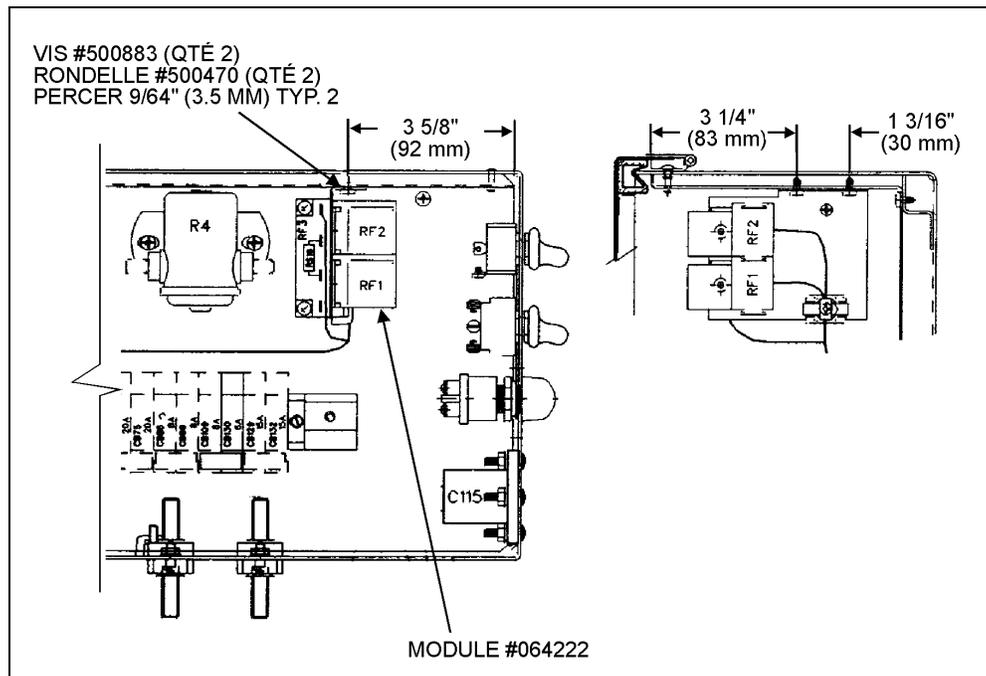

FIGURE 4
2. Mettre le module de contrôle pour l'embrayage du ventilateur #064222 en place tel qu'illustré à la figure 4, puis marquer la position de deux trous à percer.